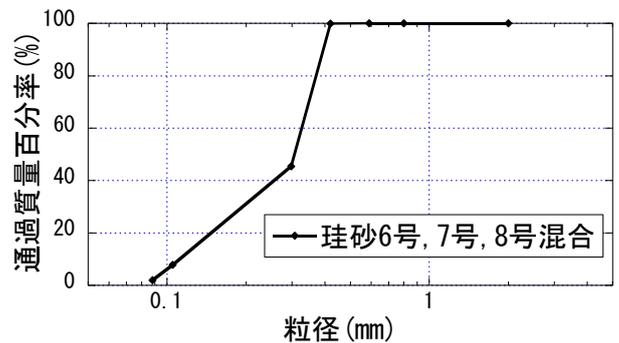

図 2 粒径加積曲線
- (a) 粒径の異なる土で沈下量に違いが出るか調べるため、研究の対象となる土を用意した。用意した土は珪砂 6 号, 7 号, 8 号を重量比 1 : 1 : 1 で混ぜたものである。用意した土の粒径加積曲線を図 2 に示す。